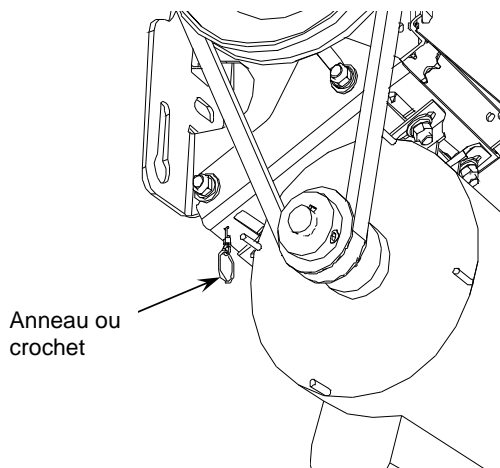

Figure 11A Installation de chaîne de déconnexion
5. **Opera-J:** Attacher une extrémité de la chaîne de déconnexion à l'anneau ou au crochet situé, à l'extrémité du câble de déconnexion (Figure 11A)